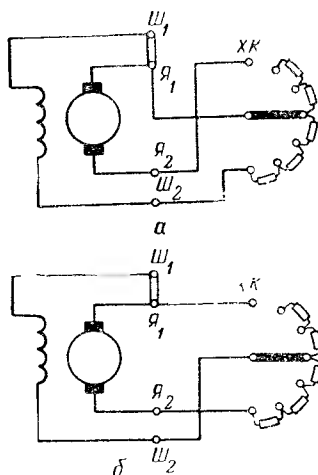

Рис. 244. Схема включения регулировочного реостата:
6. Неправильно включен регулировочный реостат, так что ток в обмотку возбуждения не поступает (рис. 244, а).